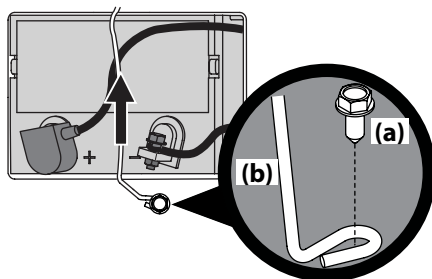

Figura 4-9
- Extraiga el tornillo de cabeza hexagonal con arandela (a) que sujeta el soporte de sujeción de la batería al marco (b). Luego levante el soporte de sujeción (b) de la batería para liberar la batería. Vea la Figura 4-9.